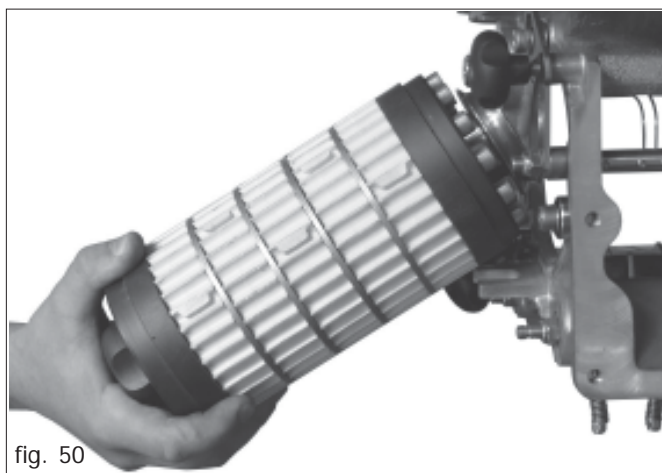

fig. 50
- 2) Estrarre il rullo di semina (Fig. 50) come descritto ed indicato al capitolo 4.1.3.